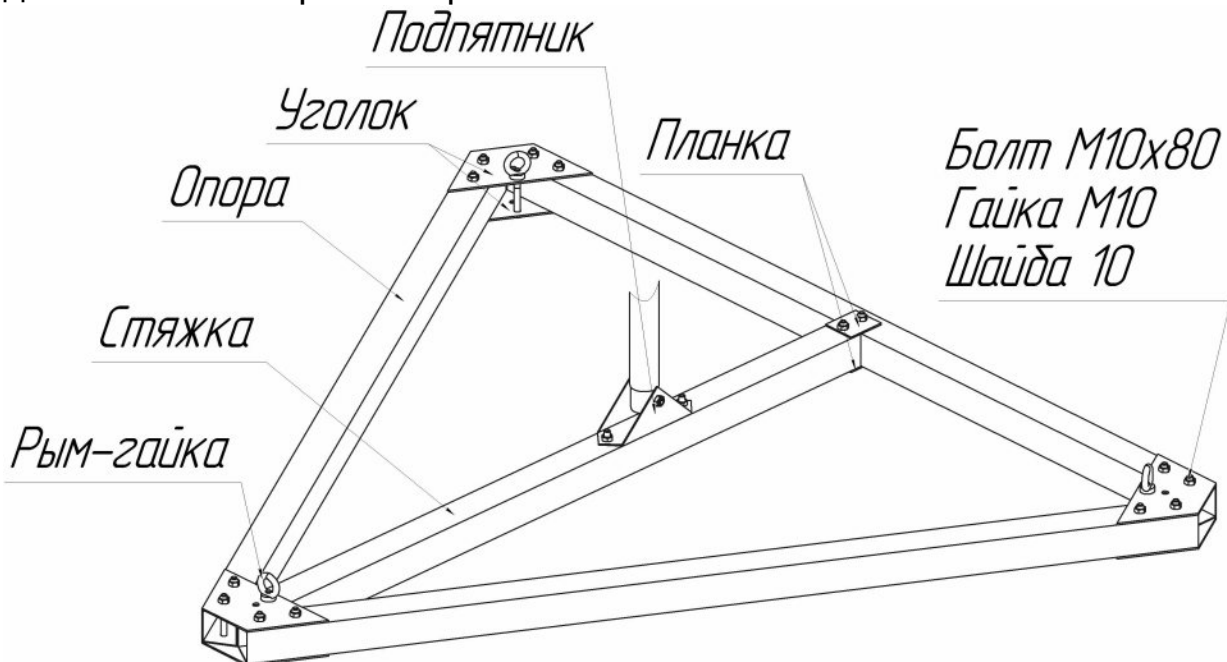

Рисунок 4 – Основание
7.1.4 Установить рым-гайки на углах опор основания с помощью болтов (рисунок 4).